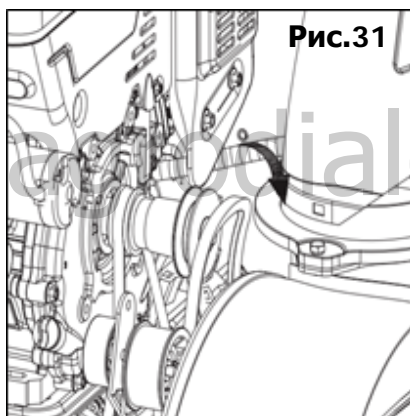

Рис.31
- Ослабьте и снимите винт с буртиком, который действует как держатель ремня (Рис. 31).